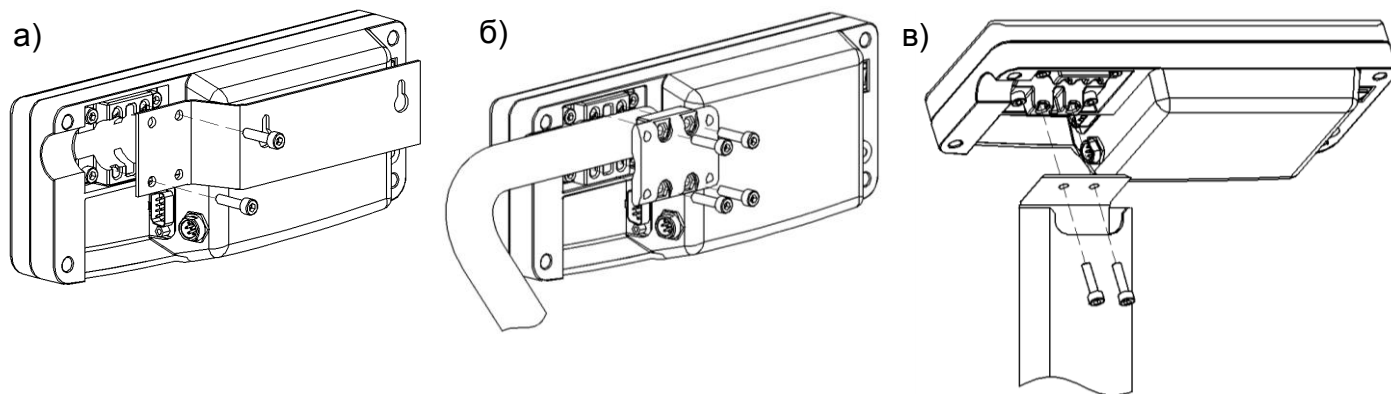

Рис. 5.4 - Варианты крепления устройства индикации:
Варианты крепления устройства индикации приведены на Рис. 5.4.
- Подсоединить двумя винтами М5×20 кронштейн к устройству индикации (Рис. 5.4а).
- Закрепить устройство индикации на стойке кронштейном, затянув четыре винта М5×30 с небольшим усилием (Рис. 5.4б).
- Закрепить двумя винтами М5×20 устройство индикации на стойке (Рис. 5.4). Излишек кабеля заправить в стойку.